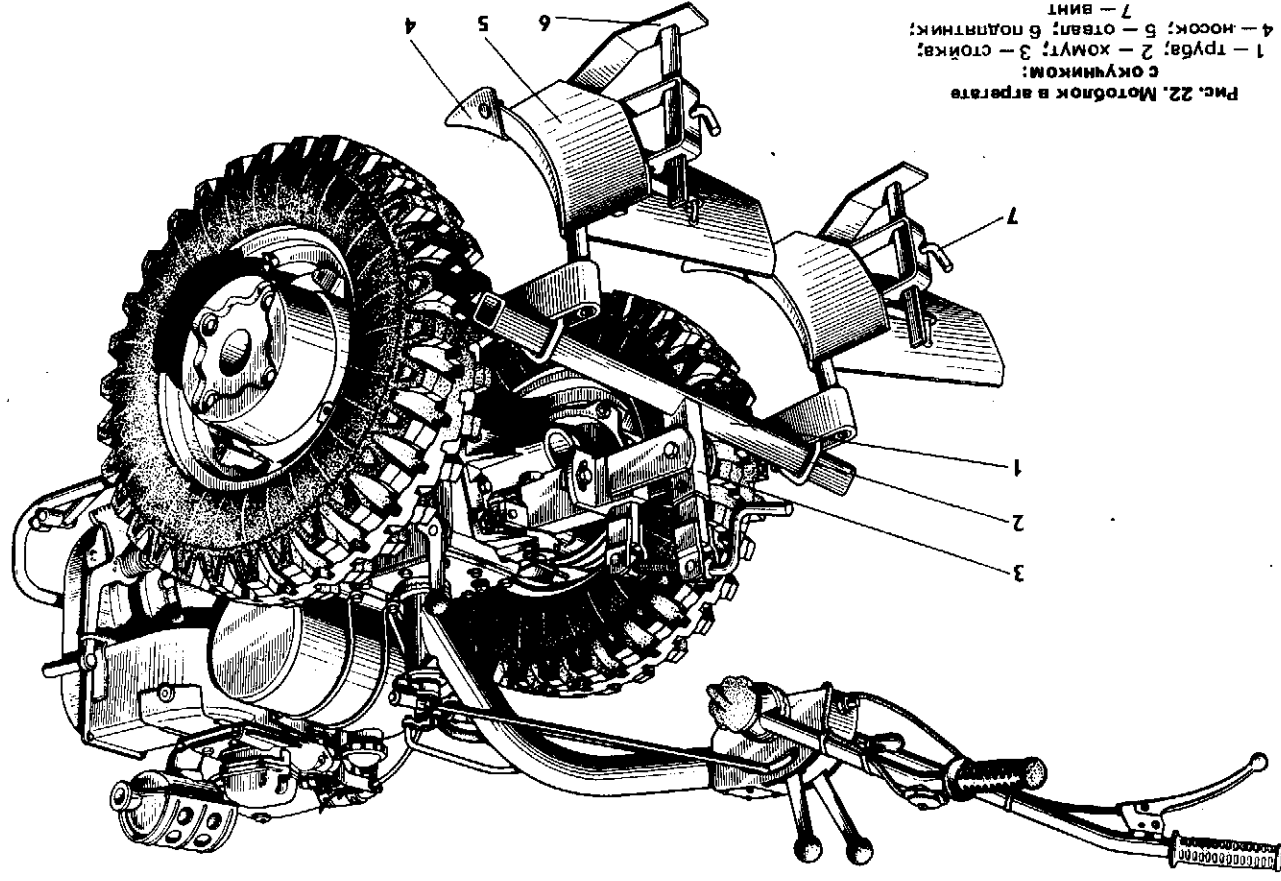

Рис. 22. Мотоблок в агрегате с окучником:
7.4.1. Подсоедините к мотоблоку окучник (рис. 22).